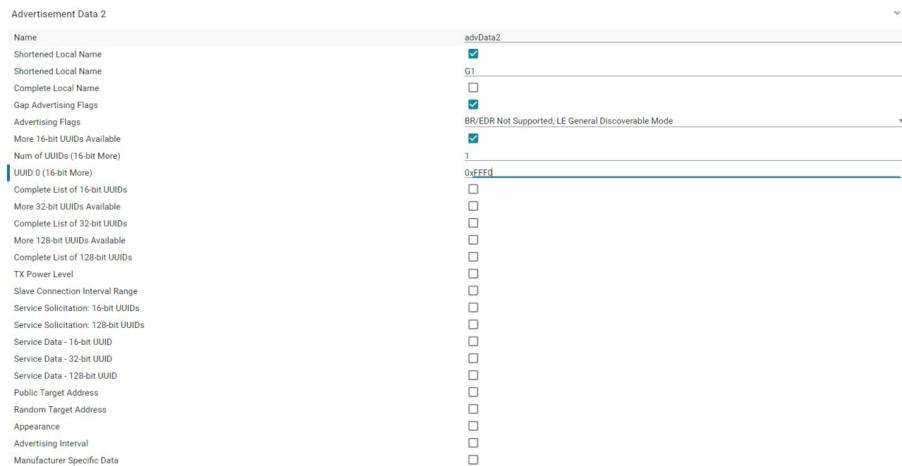

FIGURE 9 – Advertisement Data 2 modification
- (d) Modification du *Advertisement Data 2*, la figure 9 montre la configuration nécessaire pour ce paramètre. Le *shortened Local Name* doit avoir 2 caractères.